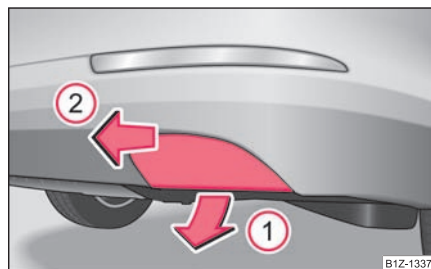
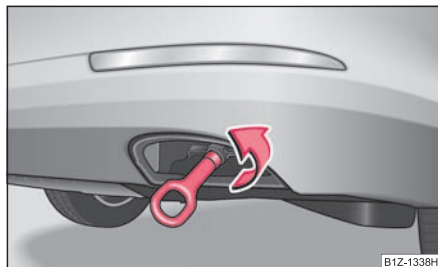

Fig. 235 Paragolpes trasero: desmontar la cubierta ▶
Fig. 236 Paragolpes trasero: montaje de la argolla de remolque
- Tirando hacia abajo en el sentido de la flecha ① ⇒ página 262, fig. 235 desbloquear la parte inferior de la tapa.
- Desbloquear la parte superior de la tapa tirando en el sentido de la flecha ② y quitar la tapa.
- Enroscar la argolla de remolque a mano hacia la izquierda hasta el tope ⇒ fig. 236 y apretarla con la llave de rueda* (insertar la llave de rueda * a través de la argolla).